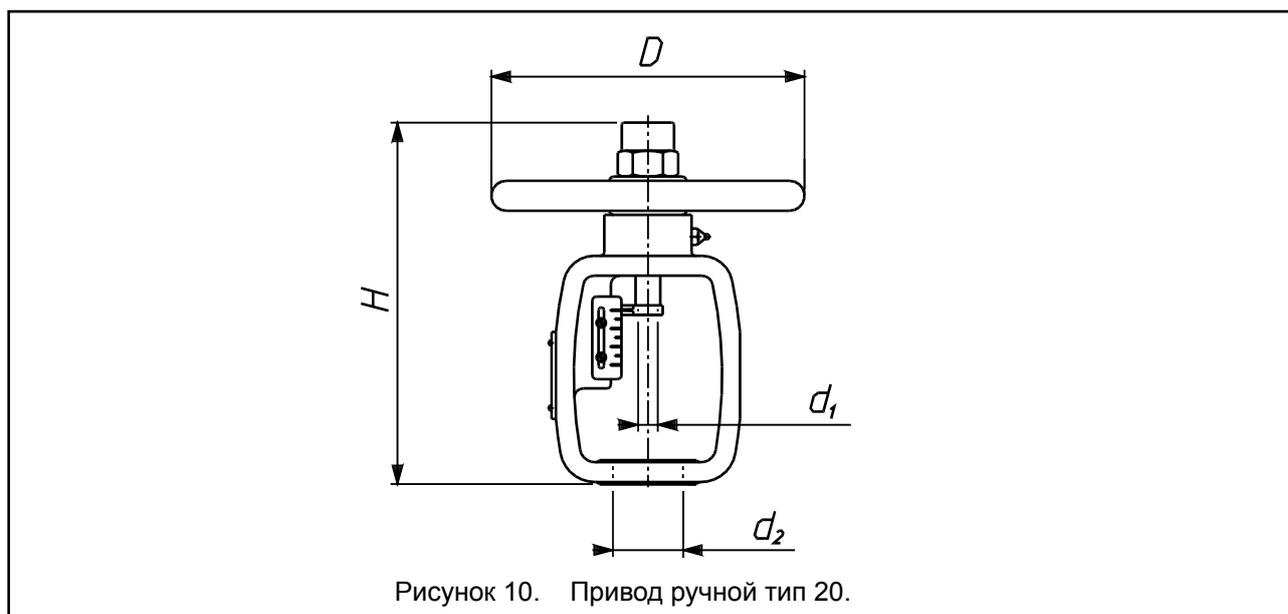

Рисунок 10. Привод ручной тип 20.
**Ручной:** - привод ручной тип 20 рис. 10, табл. 25.